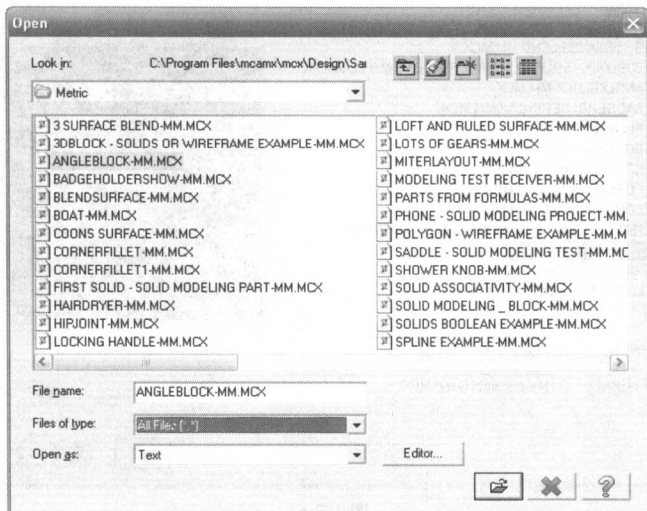

图 1-2-4
2. Edit/Open External (编辑): 选取编辑选项, 打开 Open (打开) 对话框, 见图 1-2-4 所示。